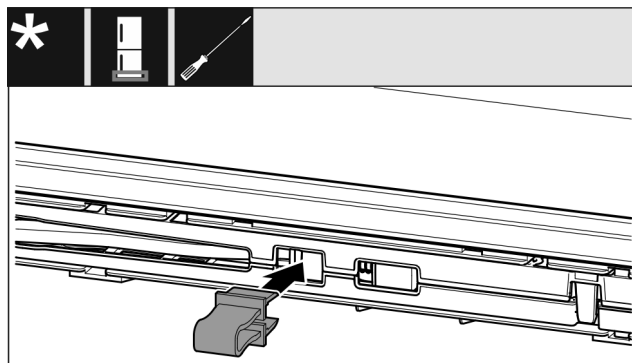

Fig. 14
- Kiinnitä varmistin aukkaan Fig. 14 ().